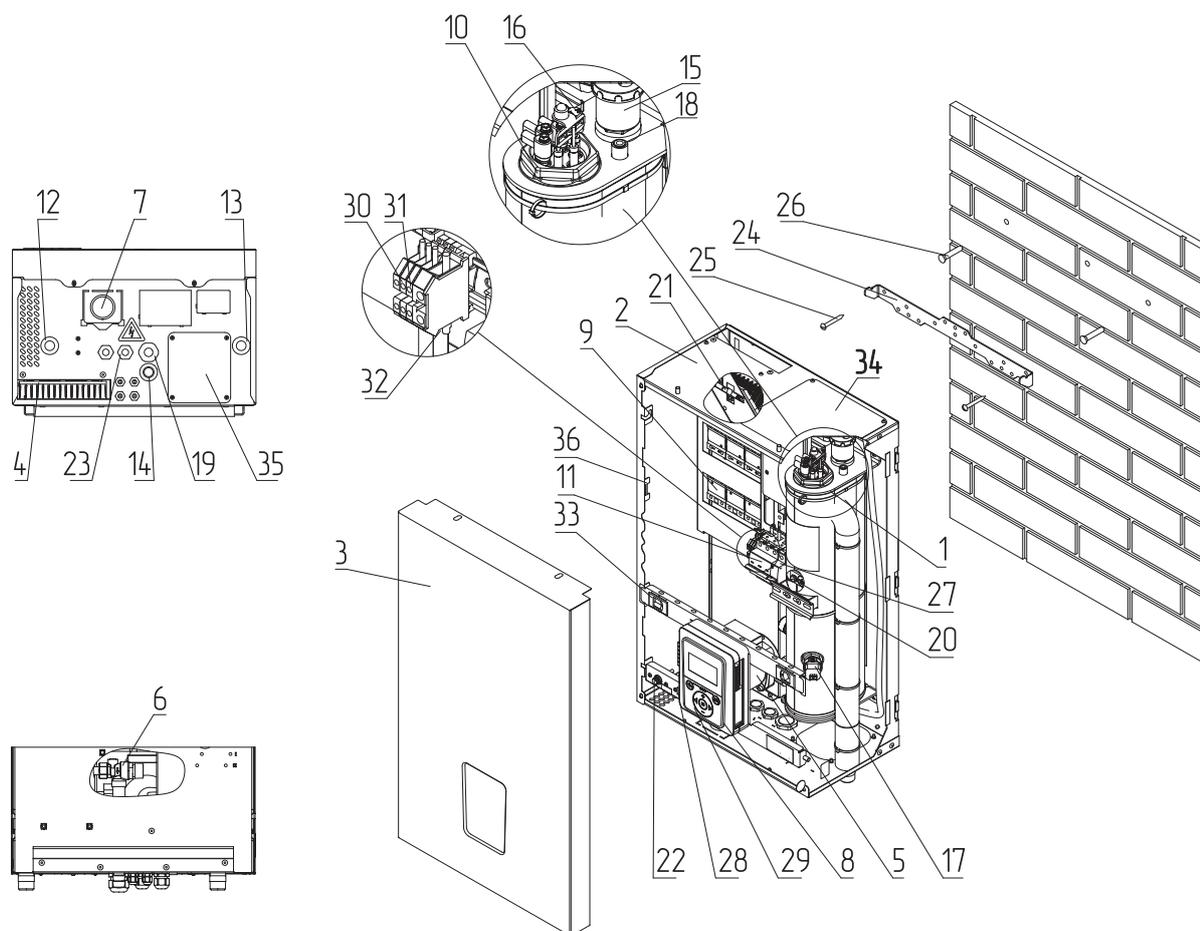
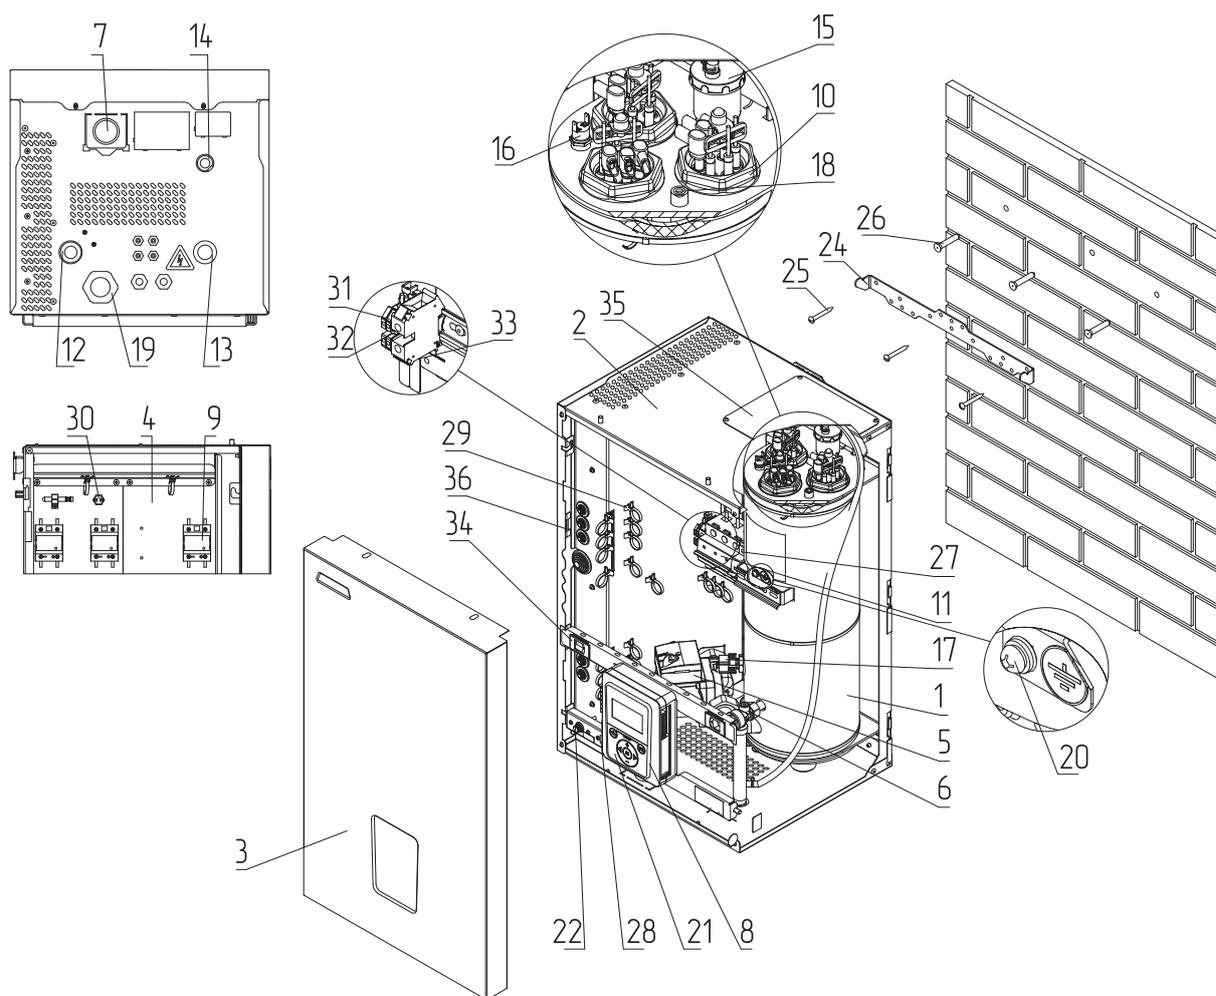

Рис.3 Устройство котла ZOTA MK-X Plus 6-24 кВт
Рис.4 Устройство котла ZOTA МК-X Plus 30-42 кВт
Закрепите настенный кронштейн на вертикальной поверхности в необходимом месте с помощью шурупов, входящих в комплект, и установите на него котел, как показано на **Рис.3**, **Рис.4**;
- Извлечь перемычки (Рис.3, Рис.4, поз.32);
- Подключить провода фазы «L» к колодке (Рис.3, Рис.4, поз.30);
- Подключить провода нейтраль «N» к колодке (Рис.3, Рис.4, поз.31).
- Включить вводной автомат (Рис.3, Рис.4, поз.11) вместе с расцепителем в верхнее положение;
- Перевести выключатель (Рис.3, Рис.4, поз.28) в положение ВКЛ;